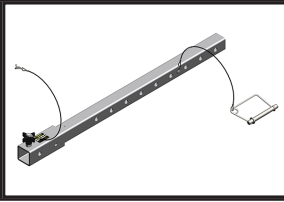

Bild 20
- MOTVIKTSVAGN MED FALLSKYDD: IN-2525 (bild 20)